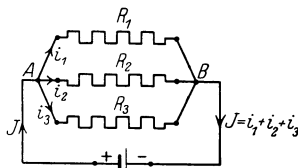

Abb. 12. Parallelschaltung von Widerständen zu Aufgabe 71.
71. Zwischen den beiden Punkten A und B der Abb. 12 herrscht ein Spannungsunterschied von  $U_k = 24 [15] \text{ Volt}$ . Der Strom teilt sich in A in drei Zweige mit den Widerständen  $R_1 = 8 [7,5] \Omega$ ;  $R_2 = 4 [3] \Omega$  und  $R_3 = 6 [1,5] \Omega$ .